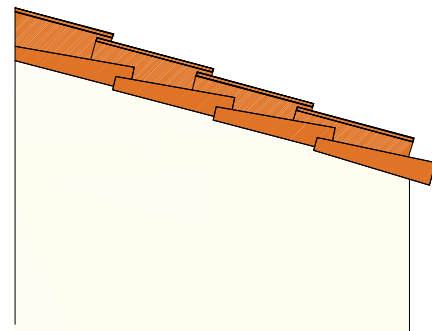

Figura 4 _ Particolare laterale della falda a filo muro
- l'impiego di due file di coppi convessi sovrapposti a filo muro, per proteggere i muri dalle infiltrazioni delle acque meteoriche (figura 4);